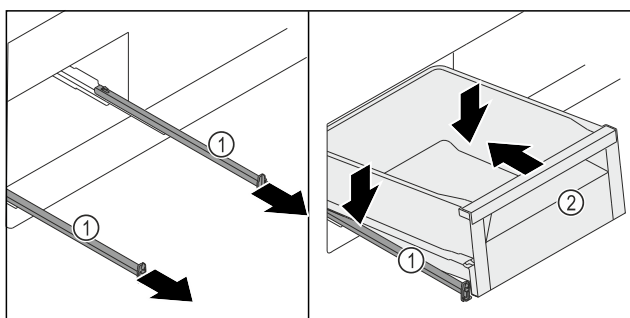

Fig. 119
- ▶ 拉出轨道 Fig. 119 (1)。
- ▶ 固定轨道 Fig. 119 (1)，将抽屉 Fig. 119 (2) 从上方斜着放到轨道 Fig. 119 (1) 上。
- ▶ 将抽屉 Fig. 119 (2) 向下推到轨道 Fig. 119 (1) 上，直至止挡。